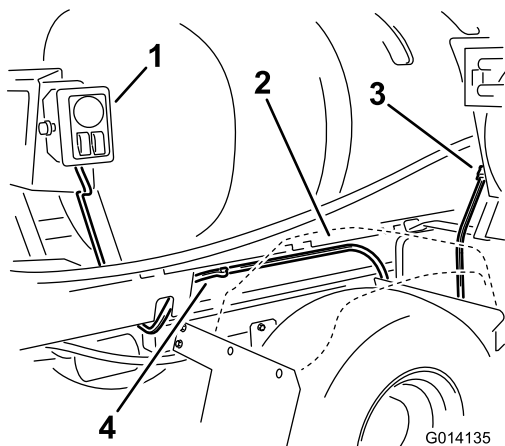

Figure 18
6. À partir du boîtier de commande, acheminez le faisceau de câblage restant, avec le connecteur du dévidoir, vers l'avant sur le côté droit de la machine, entre le patin de la cuve et l'aile arrière droite (Figure 18). Utilisez 2 connecteurs poussoirs pour fixer le faisceau de câblage au bâti du patin de cuve.